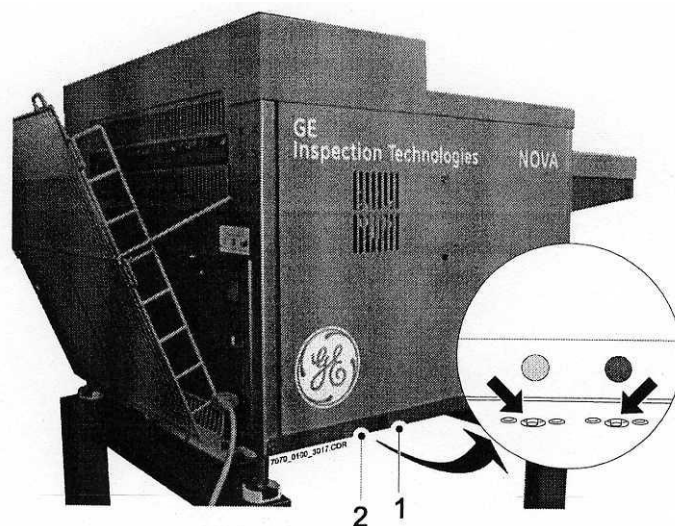

Рис. 13
Резервуары для проявителя и фиксажа проявочной машины NOVA оборудованы устройством защиты от перегрева. Когда это устройство отключает нагревательный элемент, его можно включить снова, нажав выключатель отпуская реле защиты от перегрева. Оба выключателя расположены на дне проявочной машины с левой стороны, если смотреть в направлении подачи пленки (рис. 13).
- Спускные краны для отдельного стока химикатов, участвующих в процессе, промывочной воды и чистящих продуктов (см. рис. 13).